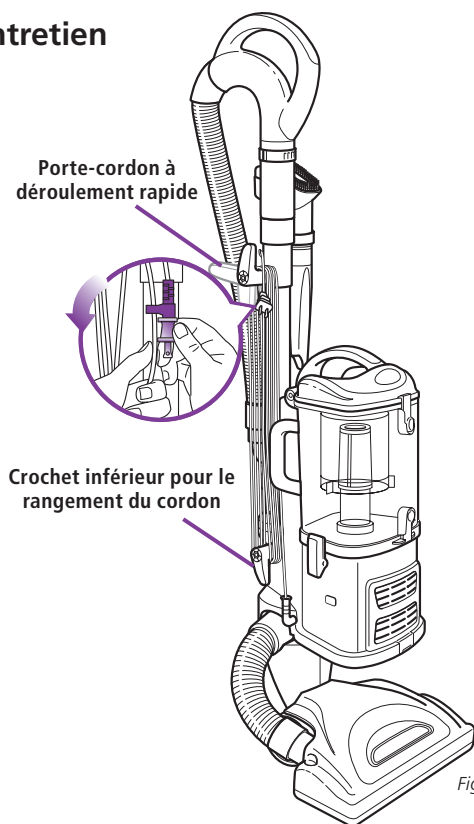

Fig. 17
- 2 Faites tourner le porte-cordon à dégagement rapide supérieur vers le haut et enroulez le cordon lâchement autour des deux crochets. Engagez le crochet de la fiche sur le cordon pour la fixer solidement. (Fig. 17)